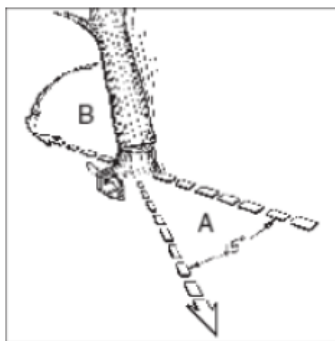

Fig 10a
Avvertenza: prima di iniziare il taglio, è necessario prevedere e liberare una via di fuga (A). La via di fuga deve estendersi all'indietro e in diagonale, in senso opposto alla direzione di caduta, come in Fig. 10a.
ATTENZIONE: Quando il taglio di abbattimento si avvicina al cardine, l'albero dovrebbe cominciare a cadere. Quando l'albero inizia a cadere, ritirate la motosega dal taglio, spegnete il motore, posate la motosega a terra e allontanatevi sul percorso di fuga (Fig. 10a).